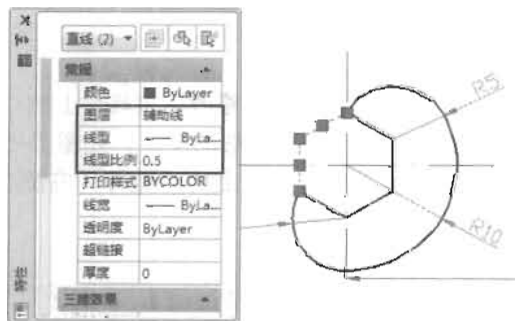

图 6-61
(8) 选中正六边形, 单击“修改”工具栏中的“分解”按钮 , 将其分解, 然后选中左侧的两条边, 单击右键, 在弹出的菜单中选择“特性”命令, 在“特性”对话框中修改其线型等属性, 如图 6-61 所示。